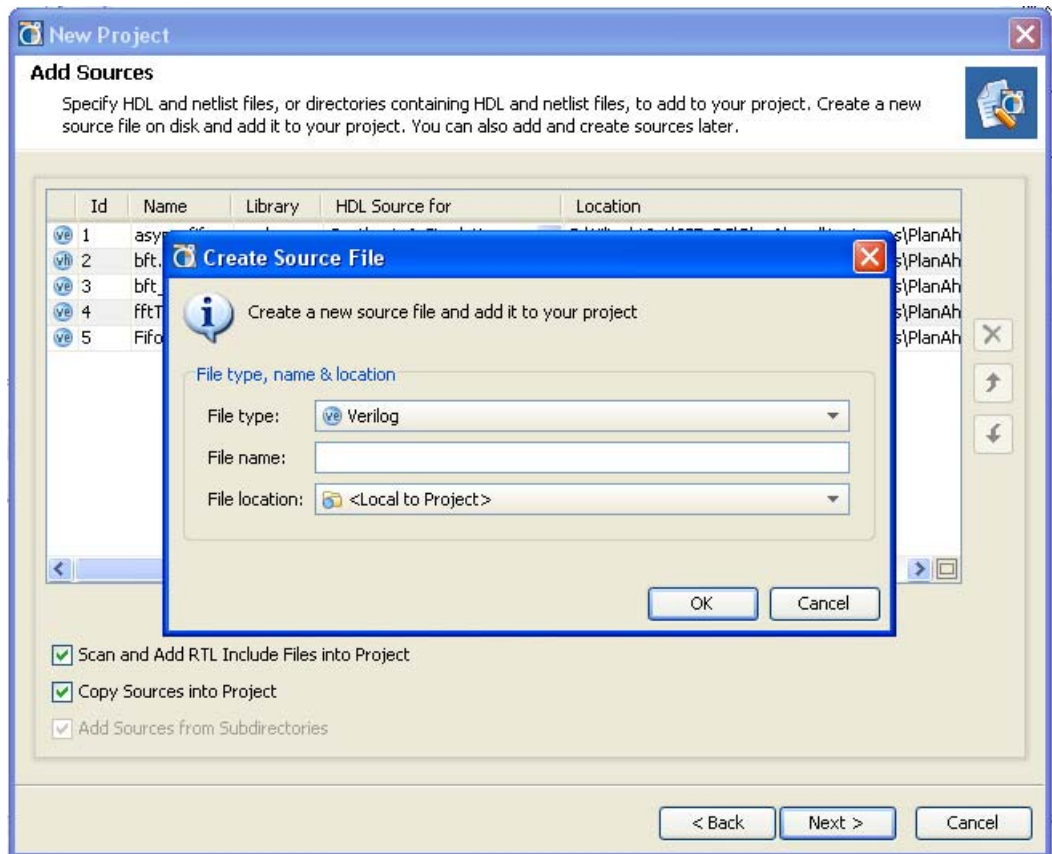

図 3-4 : [Create Source Files] ダイアログ ボックス
1. 図 3-4 に示すダイアログ ボックスで次の情報を定義します。